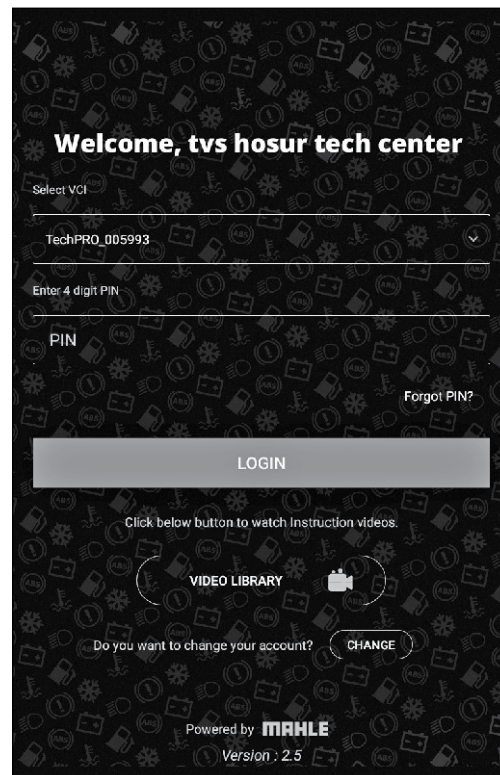

Fig. 7.7
- Selecione a ferramenta VCI que está conectada à motocicleta, insira o PIN de 4 dígitos e pressione login. (Fig. 7.7)